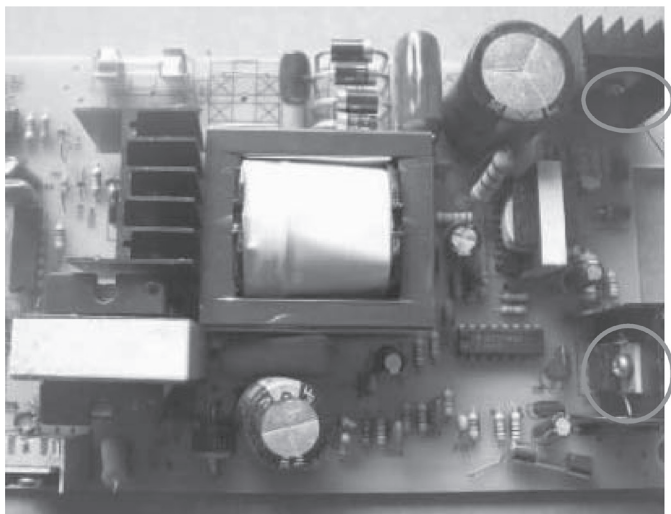

图 4-44 检测 VT1、VT2
2) 检测两只功率管 VT1、VT2 测量，如图 4-44 所示。发现两管均击穿短路，并将其拆下。